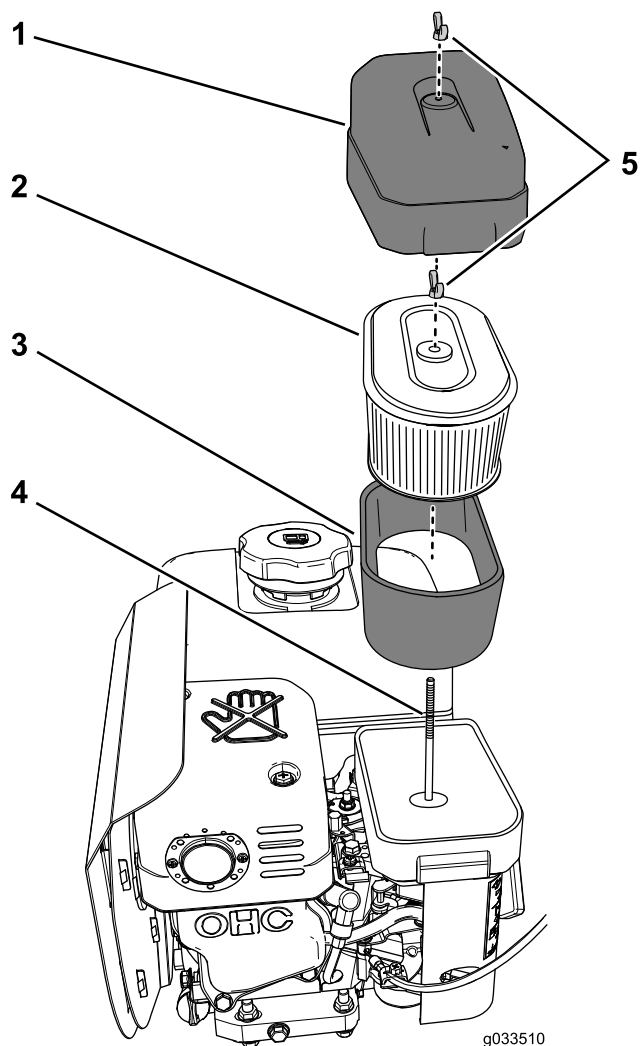

Figure 6
2. Nettoyez la surface autour du filtre à air pour éviter que des impuretés n'endommagent le moteur en tombant à l'intérieur (Figure 6).
3. Tournez l'écrou à oreilles dans le sens antihoraire qui fixe le couvercle du filtre à air et déposez le couvercle (Figure 6).
mousse, et déposez les éléments de la tige de maintien (Figure 6).
5. Sortez délicatement l'élément en mousse de l'élément en papier (Figure 6).
1. Vérifiez que l'élément n'est pas déchiré, couvert d'une pellicule grasse ou endommagé (Figure 6).
1. Glissez délicatement l'élément en mousse sur l'élément en papier (Figure 6).
2. Alignez le trou dans la plaque supérieure de l'élément filtrant en papier sur la tige de maintien du carburateur (Figure 6).
3. Fixez les éléments filtrants au carburateur à l'aide de l'écrou à oreilles (Figure 6) que vous avez retirés à l'opération 4 de Retrait des éléments en mousse et en papier \(page 6\).
4. Alignez le trou dans le couvercle du filtre à air sur la tige de maintien (Figure 6) et fixez le couvercle sur la tige à l'aide de l'écrou à oreilles que vous avez retiré à l'opération 3 de Retrait des éléments en mousse et en papier \(page 6\).